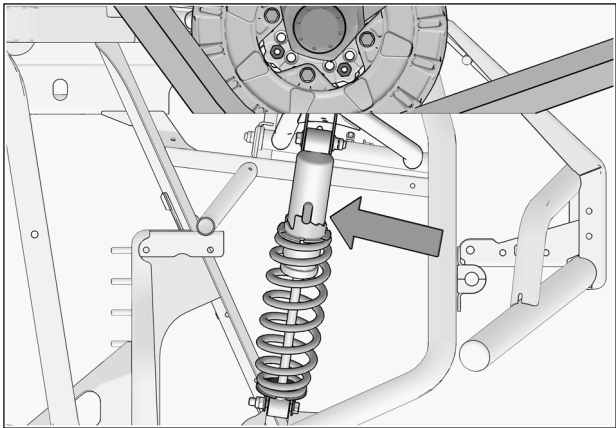

Fig. 26
1. Vérifier l'ajustement de la suspension; si les amortisseurs sont réglables, ils doivent être réglés au niveau le plus ferme pour permettre un maximum de dégagement entre les systèmes et les ailes du véhicule. Voir la Fig. 26